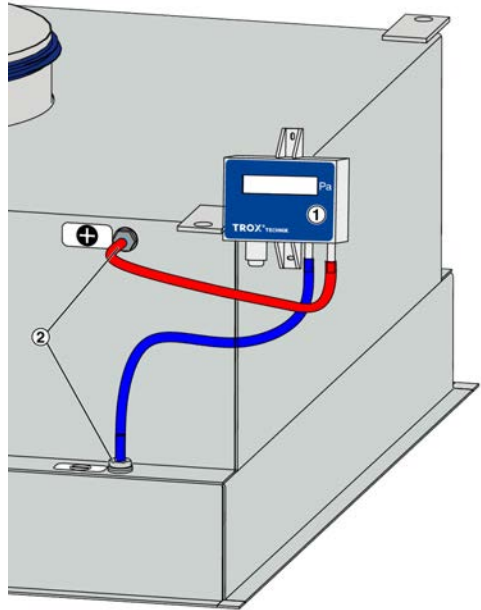

Abb. 8: Anschluss TROX MD-DPC
**Permanente Messung:** Fortlaufende Differenzdruckmessung und Überwachung der vorgesehenen Enddruckdifferenz. Die Messung erfolgt dabei mit fest installierten Differenzdruckmessgeräten (Abb. 8/1), z. B. mit TROX-Messgeräten MD-UT, MD-APC oder MD-DPC, über die seitlich am Gehäuse angebrachten Druckmessstellen (Abb. 8/2).